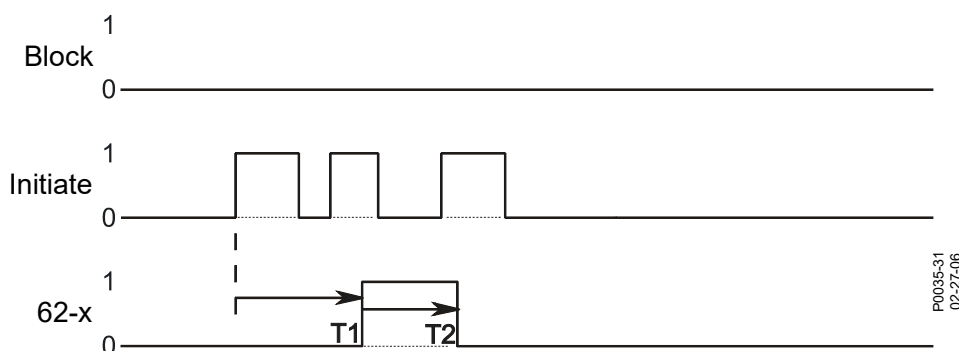

Figure 85-4. Mode Monocoup/Non redéclenchable
Étape 5 : Utilisez l'Explorateur des mesures de BESTCOMSPi_{us} pour ouvrir l'écran Rapports, Séquence des événements. Vérifiez que l'impulsion Désactivé-Activé-Désactivé (OFF-ON-OFF) a été consignée et qu'environ 400 ms après le signal initial d'amorçage Désactivé-Activé-Désactivé (OFF-ON-OFF) du commutateur 43-1, la sortie de la minuterie 62-1 est passée sur « vrai ». Vérifiez également qu'environ 20 secondes plus tard, la Temporisation 2 a expiré et la sortie de la minuterie 62-1 est passée sur « faux », bien qu'un deuxième signal d'amorçage Désactivé-Activé (OFF to ON) du commutateur 43-1 ait été émis alors que la minuterie était active. La Figure 85-4 illustre la relation temporelle entre le commutateur 43-1 et la minuterie 62-1.